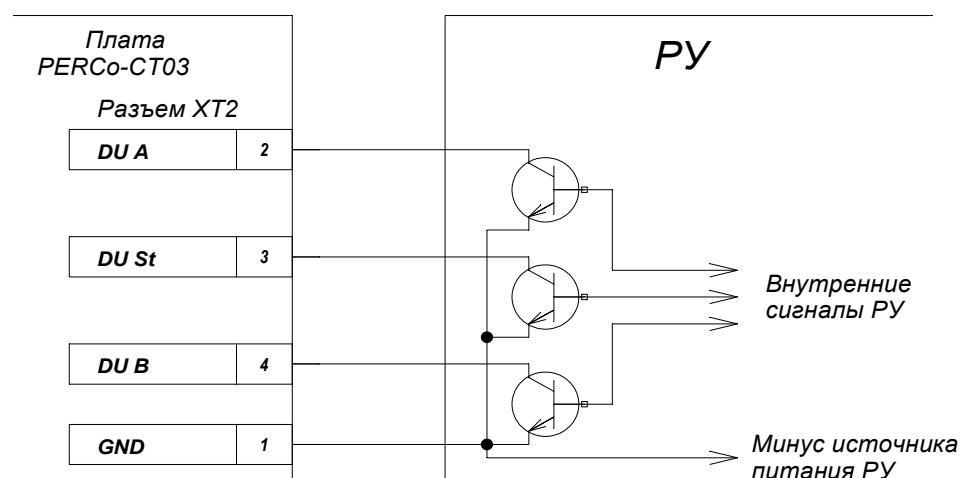

Рисунок 4 – Управляющие элементы устройства радиоуправления (РУ):
5.4.2 Управление ЭП осуществляется подачей на контакты клеммной колодки “ХТ2” DUA, DUST и DUB сигнала низкого уровня относительно контакта GND, при этом управляющим элементом могут быть нормально разомкнутый контакт реле или схема с открытым коллекторным выходом (см. рисунок 4).